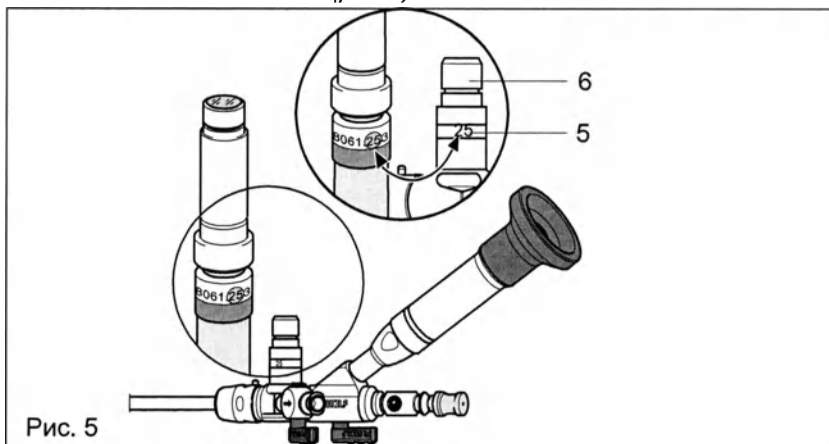

Рис. 5
Числовое значение диаметра волоконно-оптического кабеля (5) на соединительном элементе холодного света (6) должно соответствовать 2 числам после точки в № типа (рис. 5).